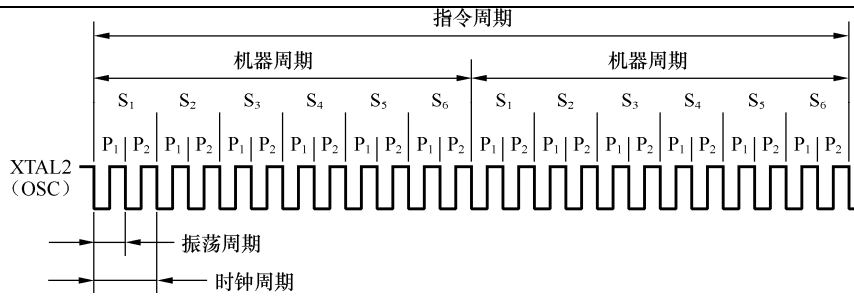

图 1.4 8051 单片机各种周期之间的关系
- 振荡周期、时钟周期、机器周期和指令周期的关系如图 1.4 所示。